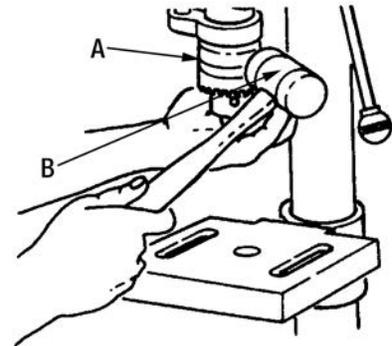

FIGURE 15
2. Tapez le mandrin (A) Fig.15 avec un maillet (B) tout en tenant le mandrin de l'autre main afin de l'empêcher de tomber une fois délogé du bout de l'arbre.